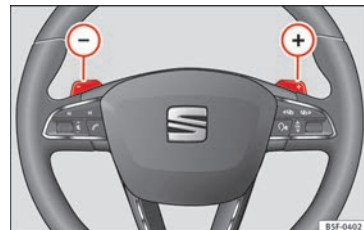

Abb. 145 Lenkrad: die Hebel für Automatikgetriebe.
- Um einen Gang hochzuschalten, tippen Sie die Schaltwippe (+) an » **Abb. 145**.